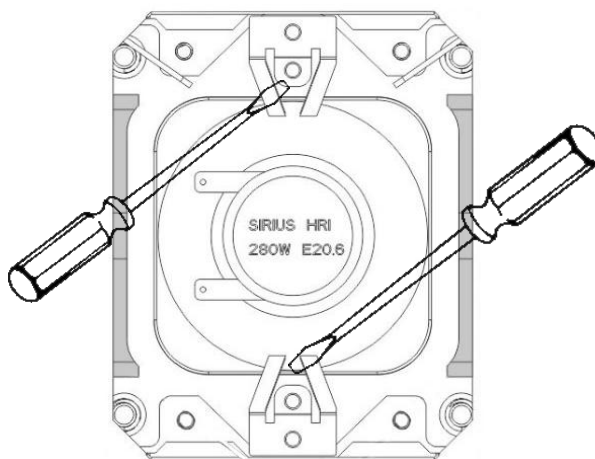

Figura 4 - Separe CON CUIDADO el soporte metálico de la bombilla
- No necesita quitar más tornillos para sacar la bombilla, tan solo nueva CON CUIDADO las los piezas metálicas que mantienen la bombilla en su posición. Agarre la bombilla por su base durante esta operación (Figura 4)